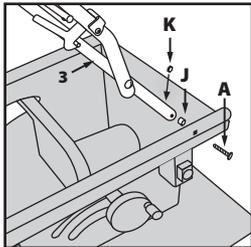

Abb. 7
- Befestigen Sie Bauteil **4** in seiner Arbeitstellung an der Maschine. Beachten Sie, dass die Stellung des Verriegelungshebels und Stifts auf derselben Seite wie das Heben und Senken/Schräge Anpassungshandrad sind. (**Abb. 7**).